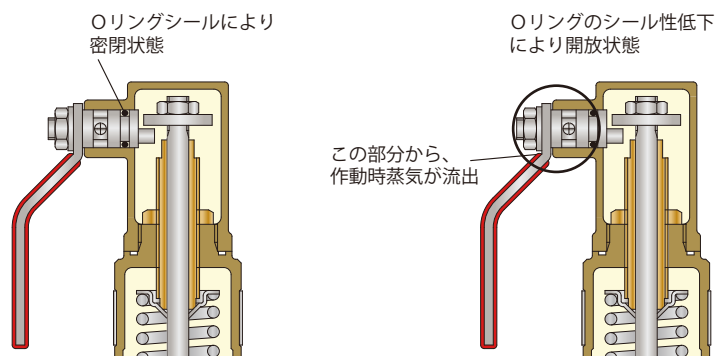

図4. レバー構造略図
2. レバー付の場合、作動時にキャップ部からも流体が吹出しますので設置場所にあたっては十分考慮してください。（図4参照）